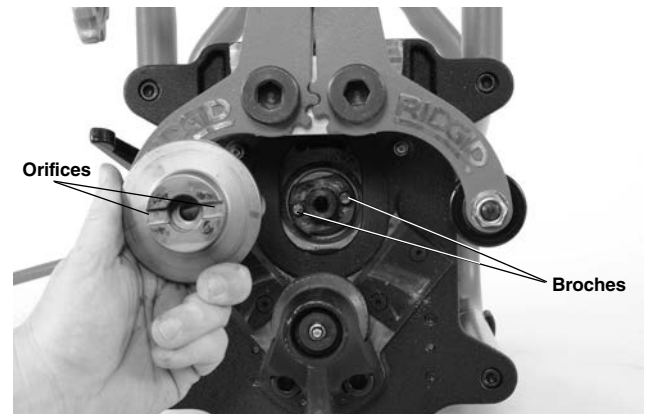

Figure 25B – Remplacement des têtes de coupe
5. Lors du remplacement d'une tête de coupe, assurez-vous qu'elle est carrément assise sur l'arbre et que ses orifices s'engagent bien sur les broches d'entraînement (*Figure 25B*). Réinstallez et serrez la vis 6-pans creuse de la tête à l'aide de la clé Allen et de la clé à ergots fournies.